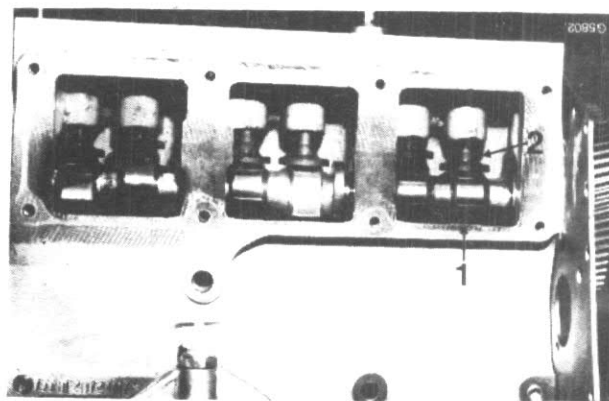

Figure 14
Dégagez avec précautions l'arbre à cames (1) fig. 14 et enlevez les poussoirs (2).